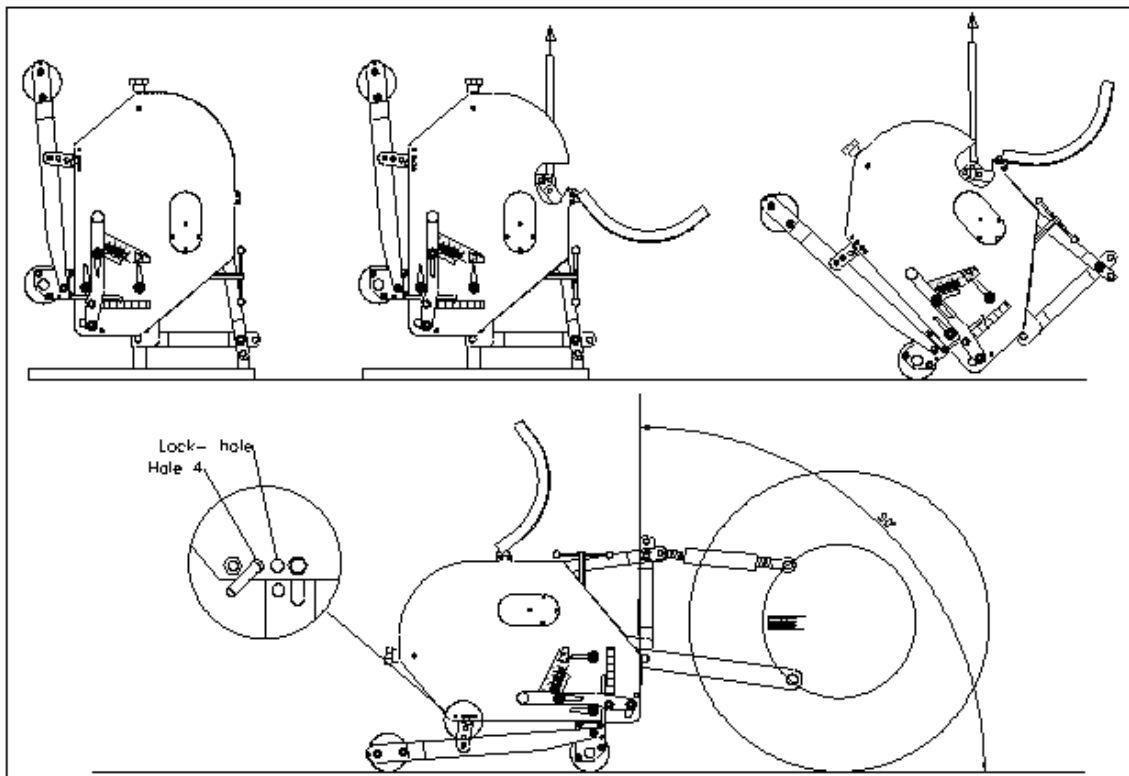
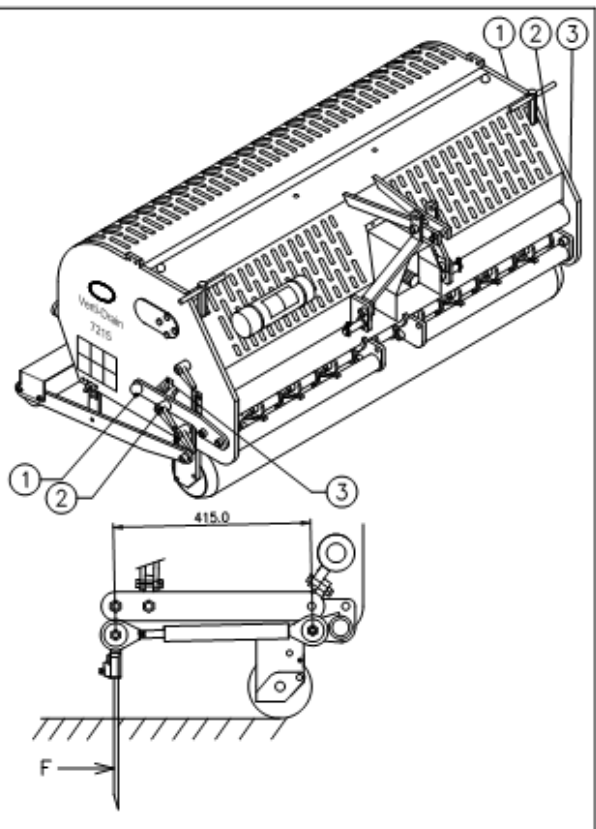

Fig. 1
Fig. 5
De machine staat verticaal op de pallet. Om de pallet te verwijderen en de machine horizontaal op de grond te krijgen, handel als volgt (zie fig. 1):
Alle pennen kunnen gelijktijdig worden versteld met 2 hendels 1 geplaatst aan beide zijden van de machine; zie fig. 5. Hef de machine boven de grond en los klemhendel 2 aan beide zijden van de machine. Verstel de hoek door de hendel 1 te draaien. Op de sticker 3 kan de hoek worden afgelezen. Draai vervolgens de klemhendel 2 weer vast.
- @ Op 90 graden gaan de pennen alleen loodrecht in de grond als de machine correct is geïnstalleerd, zie fig. 1. Als dit niet correct is kan een kracht F, zie fig. 5, ontstaan, die de machine beschadigt.
@ Als de VERTI-DRAIN niet correct is gemonteerd achter de tractor, zie fig.1, kunnen verschillende aftakas hoeken trillingen veroorzaken in de aandrijflijn van de machine. Deze trillingen kunnen de machine en de gaten in de grond beschadigen.